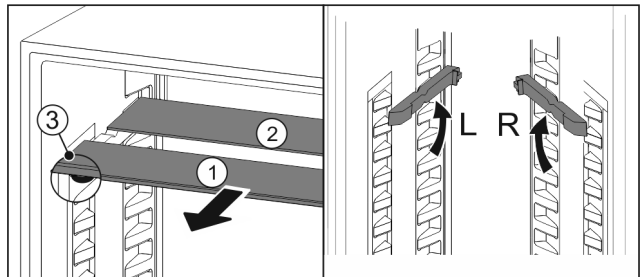

Fig. 83
- ▶ Retire las planchas de cristal individualmente hacia delante Fig. 83 (1).
- ▷ La placa de vidrio Fig. 83 (1) con moldura está situada delante.
- ▷ Los topes Fig. 83 (3) miran hacia abajo.